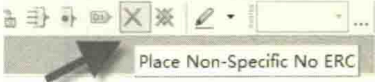

图 4-55 放置 No ERC 检查点
(1) 单击画线工具栏中的按钮 ，如图 4-55 所示，鼠标指针变成十字形并附着忽略 ERC 检查点的形状 。